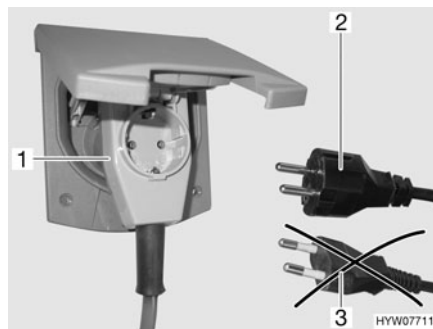

Fig. 140 Conexión a un conector con salida lateral del cable con caja de enchufe
- ▶ Al utilizar un acoplamiento acodado CEE 17, con caja de enchufe incorporada en el lado trasero (Fig. 140,1), emplear únicamente un conector IP 44 de goma impermeable, con contacto protector (Fig. 140,2). No utilizar conector sin contacto protector (Fig. 140,3). ¡Peligro de electrocución!